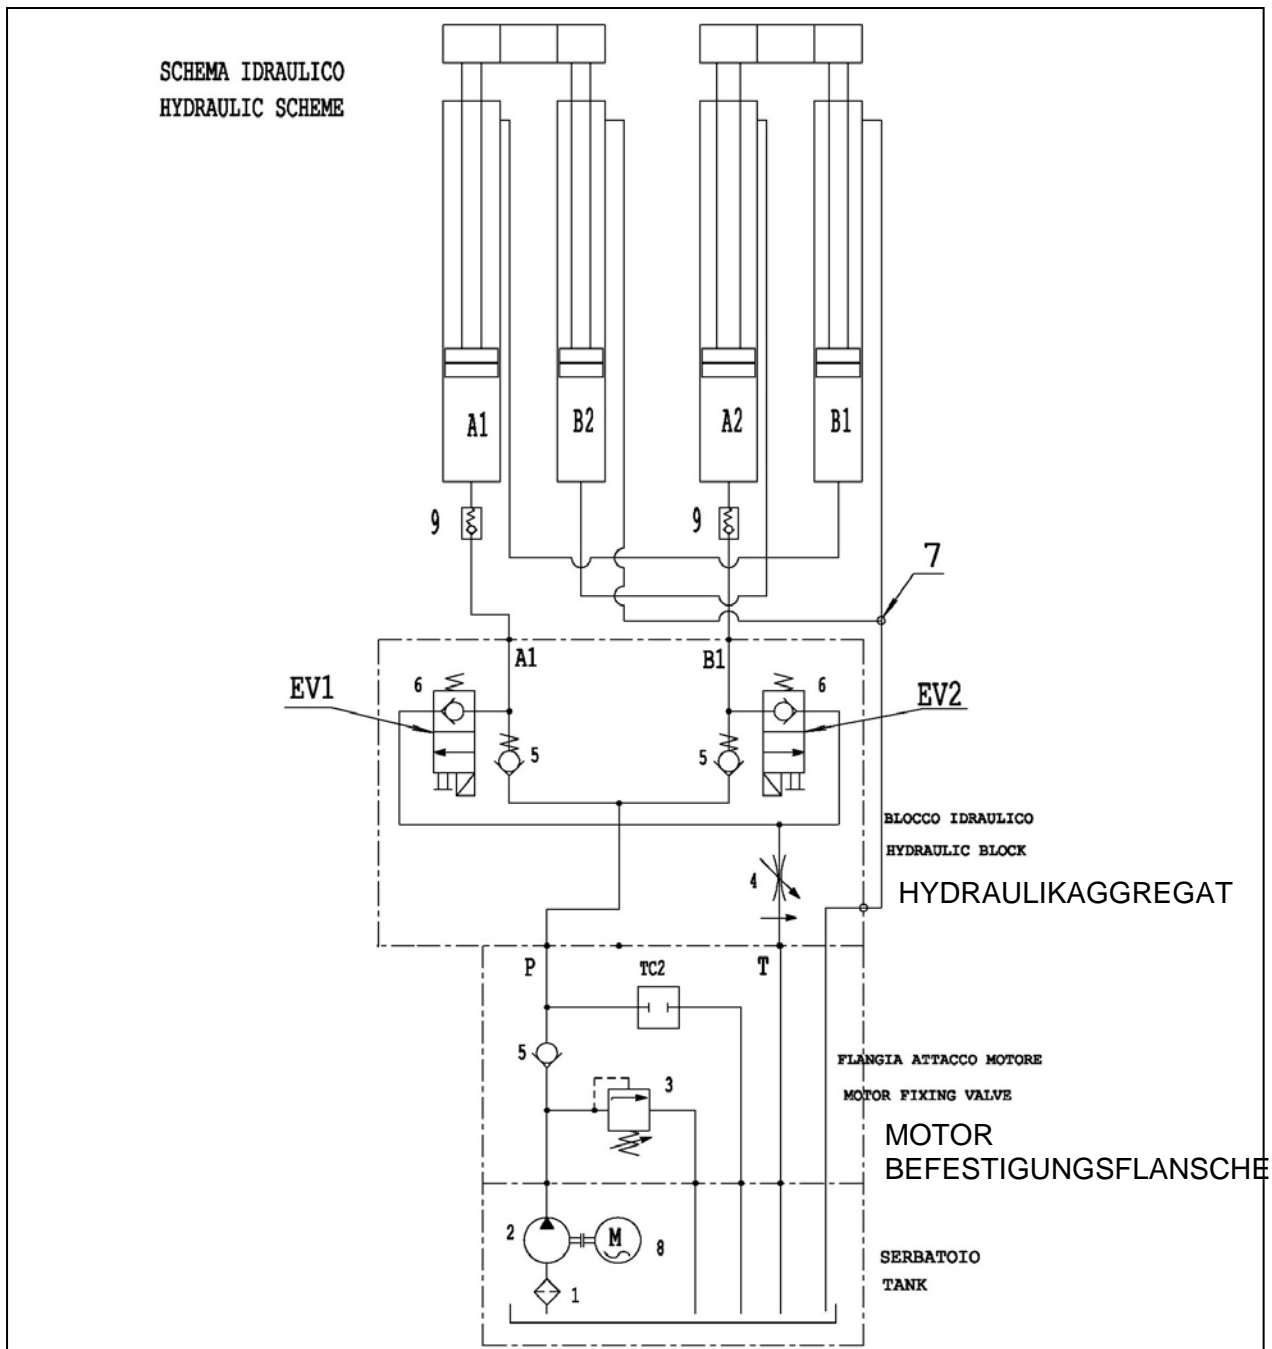
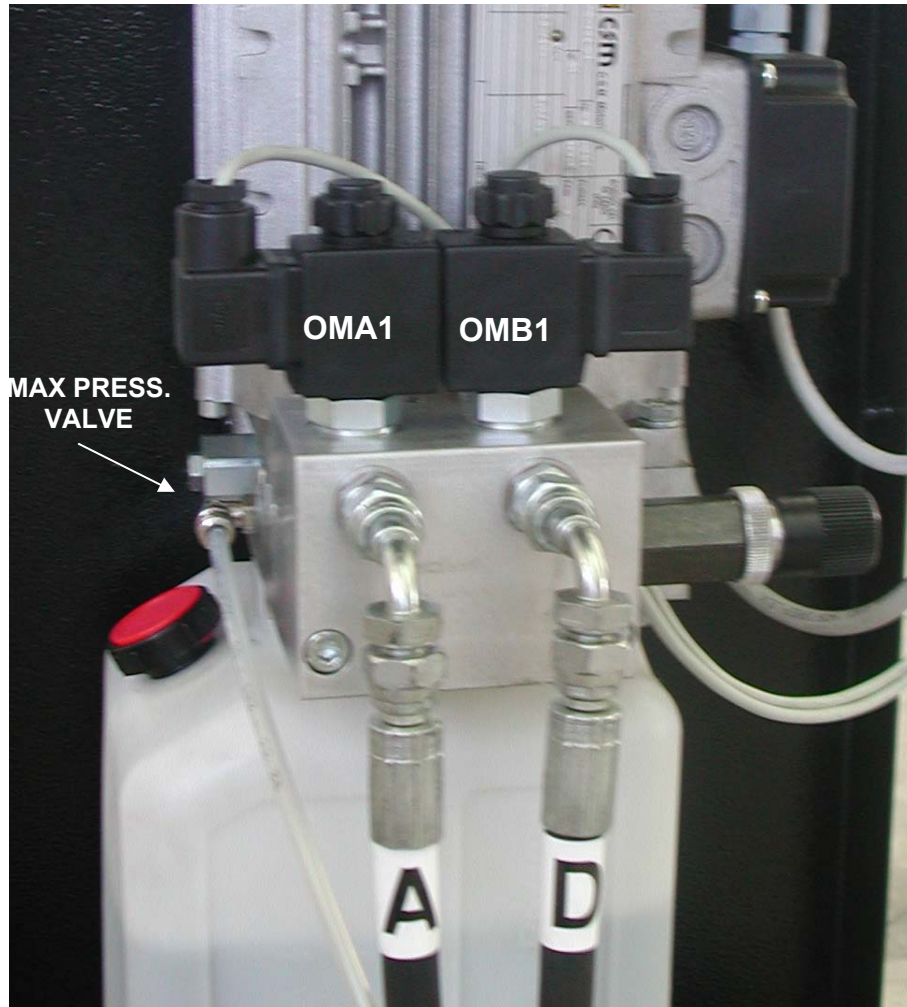

Bild 10
Bild 15
- Den Hydraulikkreislauf regelmäßig ausgleichen. Bei Ölverluste, verfahren Sie wie folgt: heben Sie die Hebebühne auf 1 m Niveau und nacheinander die Handventile **OM A2/OM B2 (Bild 15)** öffnen und wieder schließen. Auf dieser Weise werden mögliche Verluste zwischen Kreislauf **A1 - A2** und **B1 - B2 (Bild 10)** ausgeglichen sein.
- Die **OM A1-OM B1 (Bild 15)** Handventile mit 1/2 Umdrehung lösen.
d) Einer oder beide Handventile (OM A1 – OM B1) (Bild 15) am Hydraulikaggregat sind geöffnet.	Schrauben prüfen und anziehen.